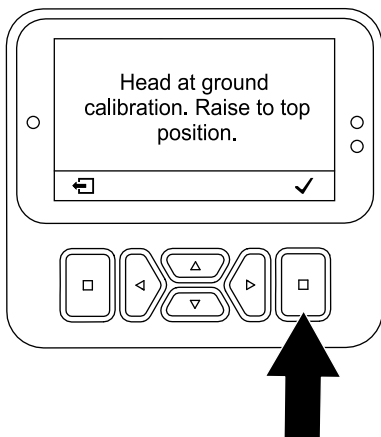

Figura 108
- Si los taladros comienzan a penetrar el suelo – pulse el botón de selección (Figura 108) y ejecute la aplicación TEACH GROUND HEIGHT (Enseñar altura con respecto al suelo); consulte Ejecución de la aplicación Teach Ground Height (página 41).